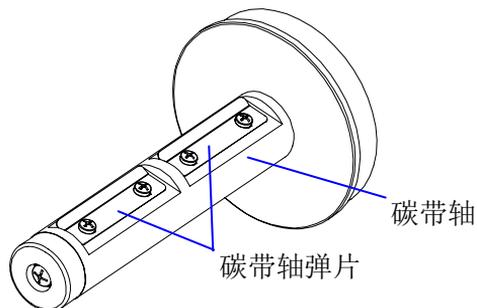

图 6
5. 如果碳带卷与碳带轴配合过松或太紧，请调节碳带轴弹片，如图 6 所示：用改锥松开固定碳带轴弹片的螺钉，向外侧移动弹片会使配合变紧，而向内侧移动弹片会使配合变松。将弹片移动到合适位置后，锁紧螺钉即可。